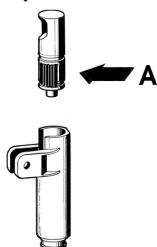

figura 2
- 2 - Lubrificare il pistone rubinetto (nella zona A indicata in figura 2) utilizzando esclusivamente il grasso fornito dal fabbricante o altro **grasso per uso alimentare**.